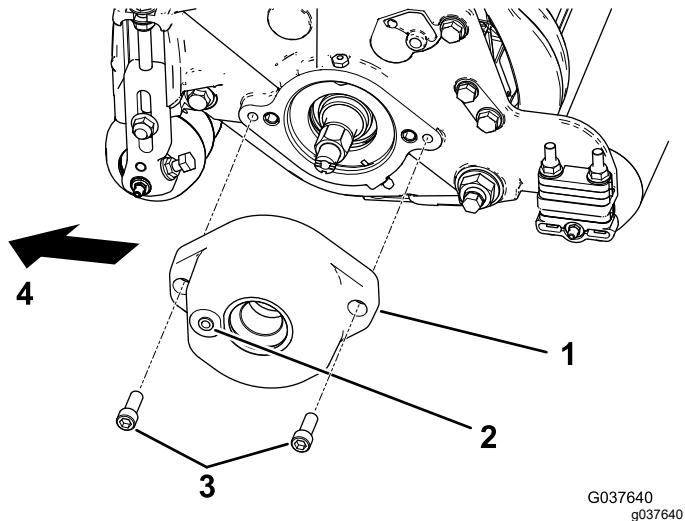

図 4
- モデル133-0158キットを、7インチカッティングユニット付きのリールマスター5010に取り付ける場合のみローラーブラシハウジングをリールベアリングハウジングに取り付ける六角ソケットボルト3/8 x 1インチ2本を使用図4を参照。